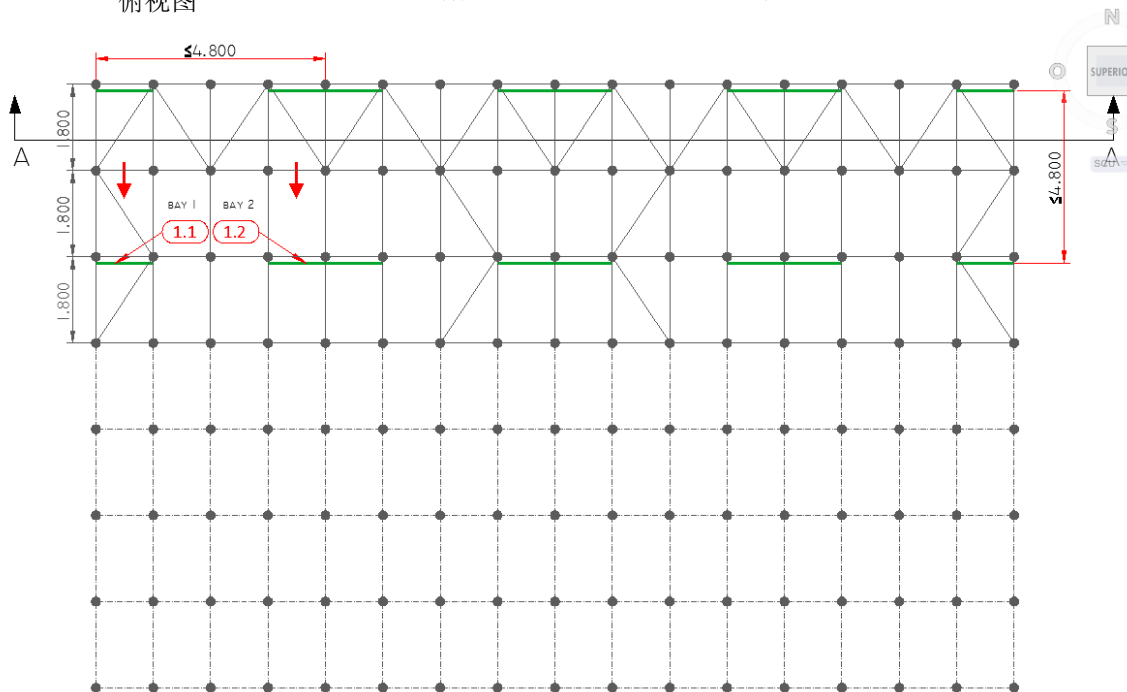

图8.8.5 竖向斜杆（纵向）支架纵间距1.2m 平面图
- 竖向斜杆每隔 4.8m（不超过 4.8m）必须搭设一道，即间距为 1.2m 时，每隔三跨需搭设一道斜杆。如图 8.8.4、图 8.8.5